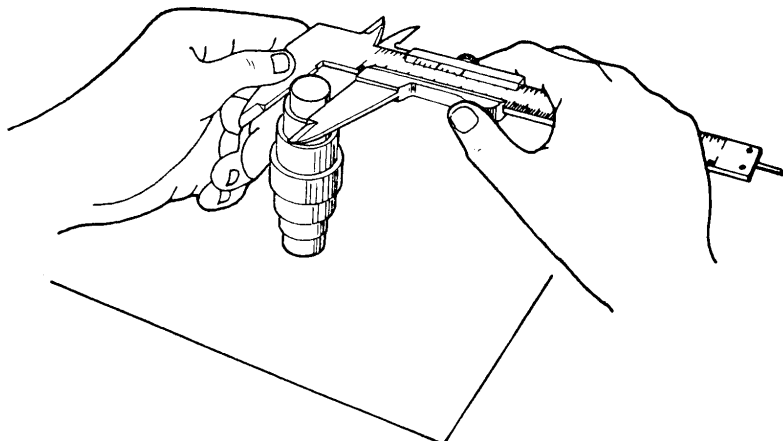

Fig.5
- f. Utilize a mão esquerda, para melhor sentir o plano de medição (fig.5).